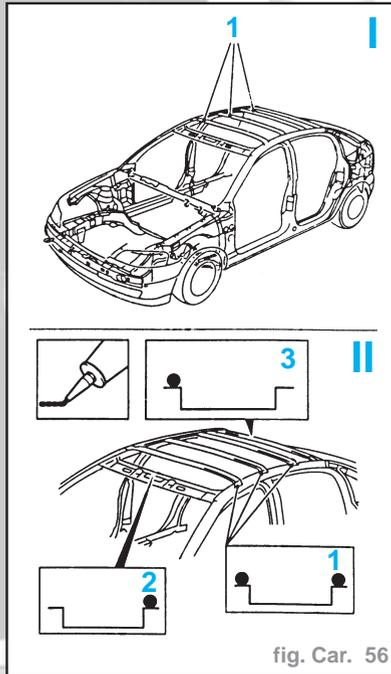

fig. Car. 56
- En cas de remplacement du toit, appliquer de la colle PU pour vitrage (à 1 composant ou à 2 composants pour la pose des vitres) sur l'arceau de toit et du cadre du toit, à l'avant et à l'arrière (fig. Car. 56).